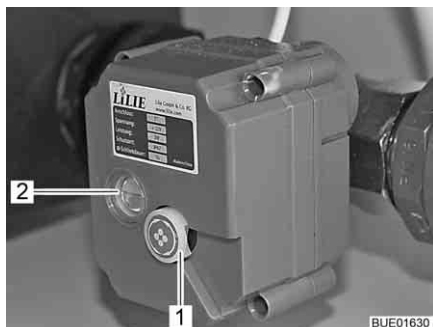

Fig. 204 Robinet de vidange à commande électrique
Une ligne rouge dans le regard (Fig. 204,2) du robinet de vidange à commande électrique indique la position du robinet :
- Tirer la molette (Fig. 204,1) du robinet de vidange à commande électrique vers l'extérieur et la faire tourner (peu importe le sens de rotation).